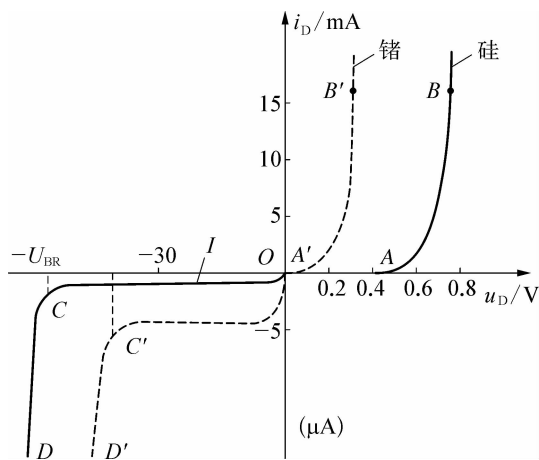

图 1-1-18 二极管的伏安特性曲线
(3) 二极管的伏安特性 加在二极管两端的电压 U_D 和流过二极管的电流 I_D 之间的关系称为二极管的伏安特性，利用晶体管特性图示仪能方便地测出 U_D 与 I_D 关系曲线，即伏安特性曲线，见图 1-1-18。
① 正向特性：正向伏安特性曲线指坐标系的第一象限部分，其主要特点为：外加电压较小时，二极管呈现的电阻较大，正向电流几乎为零，曲线 OA （或 OA' ）段称为死区，对应的死区电压值，硅管约为 0.5 V，锗管约为 0.2 V；正向电压超过死区电压时，PN 结内电场几乎被抵消，二极管呈现的电阻很小，正向电流增长很快，二极管正向导通， AB （或 $A'B'$ ）段特性曲线陡直，此段称为导通区。导通后二极管两端的正向压降叫导通电压，一般硅管约为 0.7 V，锗管约为 0.3 V。
② 反向特性：反向伏安特性曲线指坐标系的第三象限部分，其主要特点为：当二极管